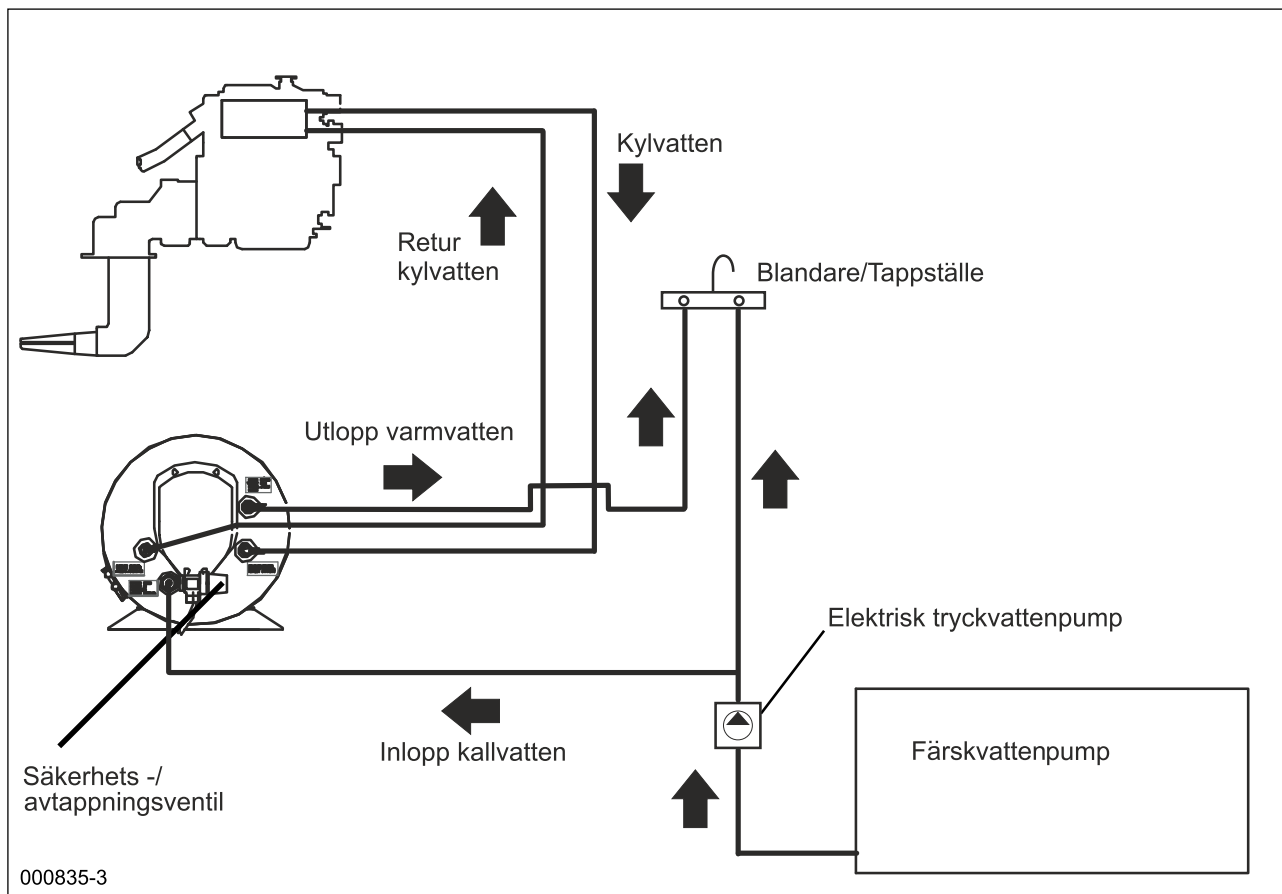

Fig. 1
Varmvattenberedaren kan monteras var som helst i båten så länge den sitter monterad så att motorvattenslingan inte hamnar över nivån på motors expansionskärl. (Fig. 1). Det är en fördel att hålla slangarna mellan motorn och beredaren så korta som möjligt för lägsta värmeförlust och minsta strömingsmotstånd. Varmvattenberedarens värmeväxlare kan anslutas antingen parallellt eller i serie med motors kylvattenkrets. Valet avgörs av hur motortillverkaren anger att beredaren ska anslutas.
4.3 Motoranslutningar (se anslutningsschema, fig. 1): Beredarna är avsedda att anslutas till färskvat-tenkylda motorer.
4.4 Anslutning färskvatten (se anslutningsschema, fig 1): Beredaren är avsedd att kopplas in så att den förses med färskvatten av en elektrisk tryckvattenpump från vattentanken. Den elektriska vattenpumpen får ge max. 3,8 bar tryck, 2,9 bar för Slim Square, där en flermembranpump ger jämnare flöde och mindre tryckstötter. Vid högre tryck kommer säkerhetsventilen eventuellt att lösa ut vid 7,0 bar respektive 5,5 bar, vid uppvärmning av vattnet.